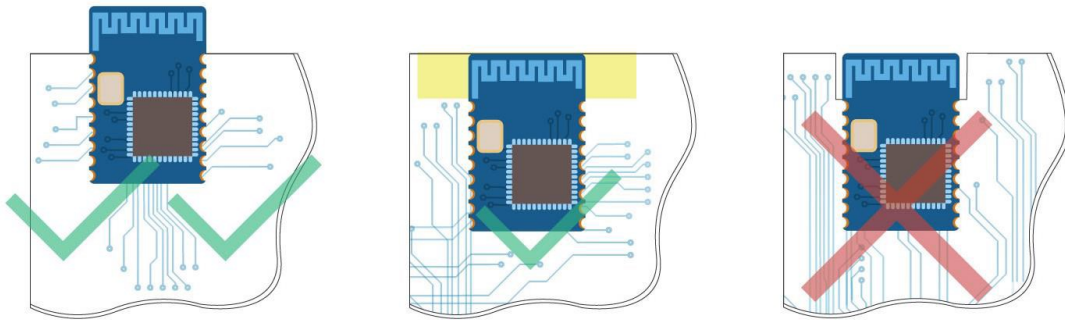
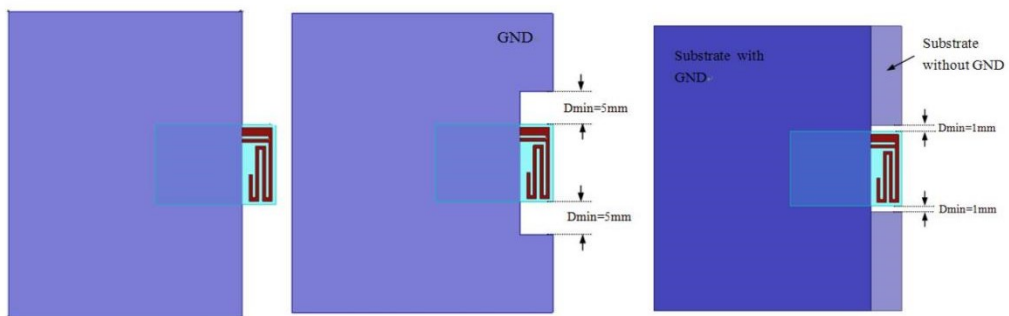

图 8.1 PCB 走线建议
图 8.2 PCB 布局建议
10. 模块天线布局和走线请参考图 8.1 和图 8.2 所示。